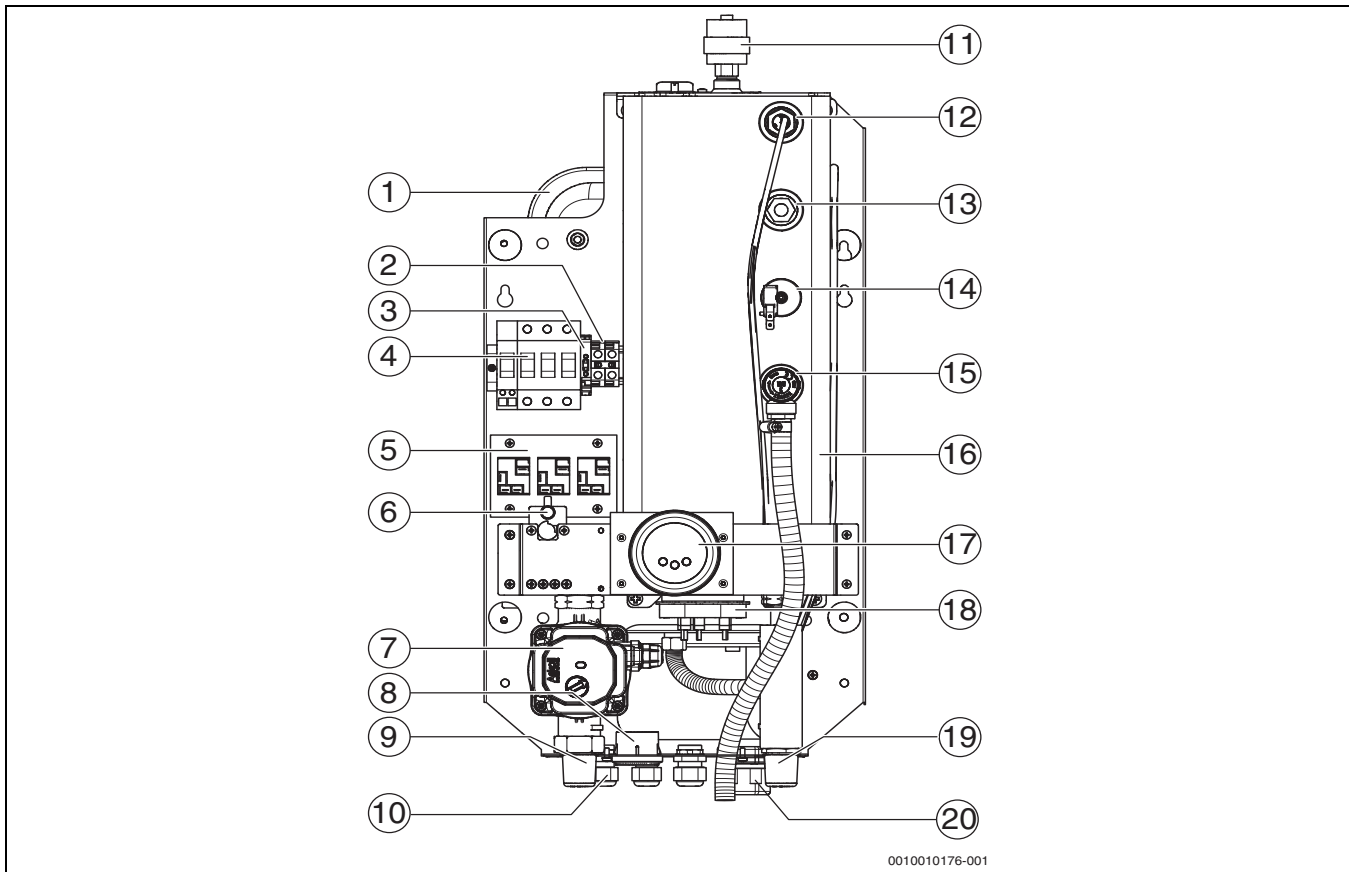

Bild 1 Funktionselemente des Heizgeräts Tronic Heat 3500 4-12 kW
- ▶ Sicherheitsventil nie verschließen (→ Abb. 1, S. 6, [15])